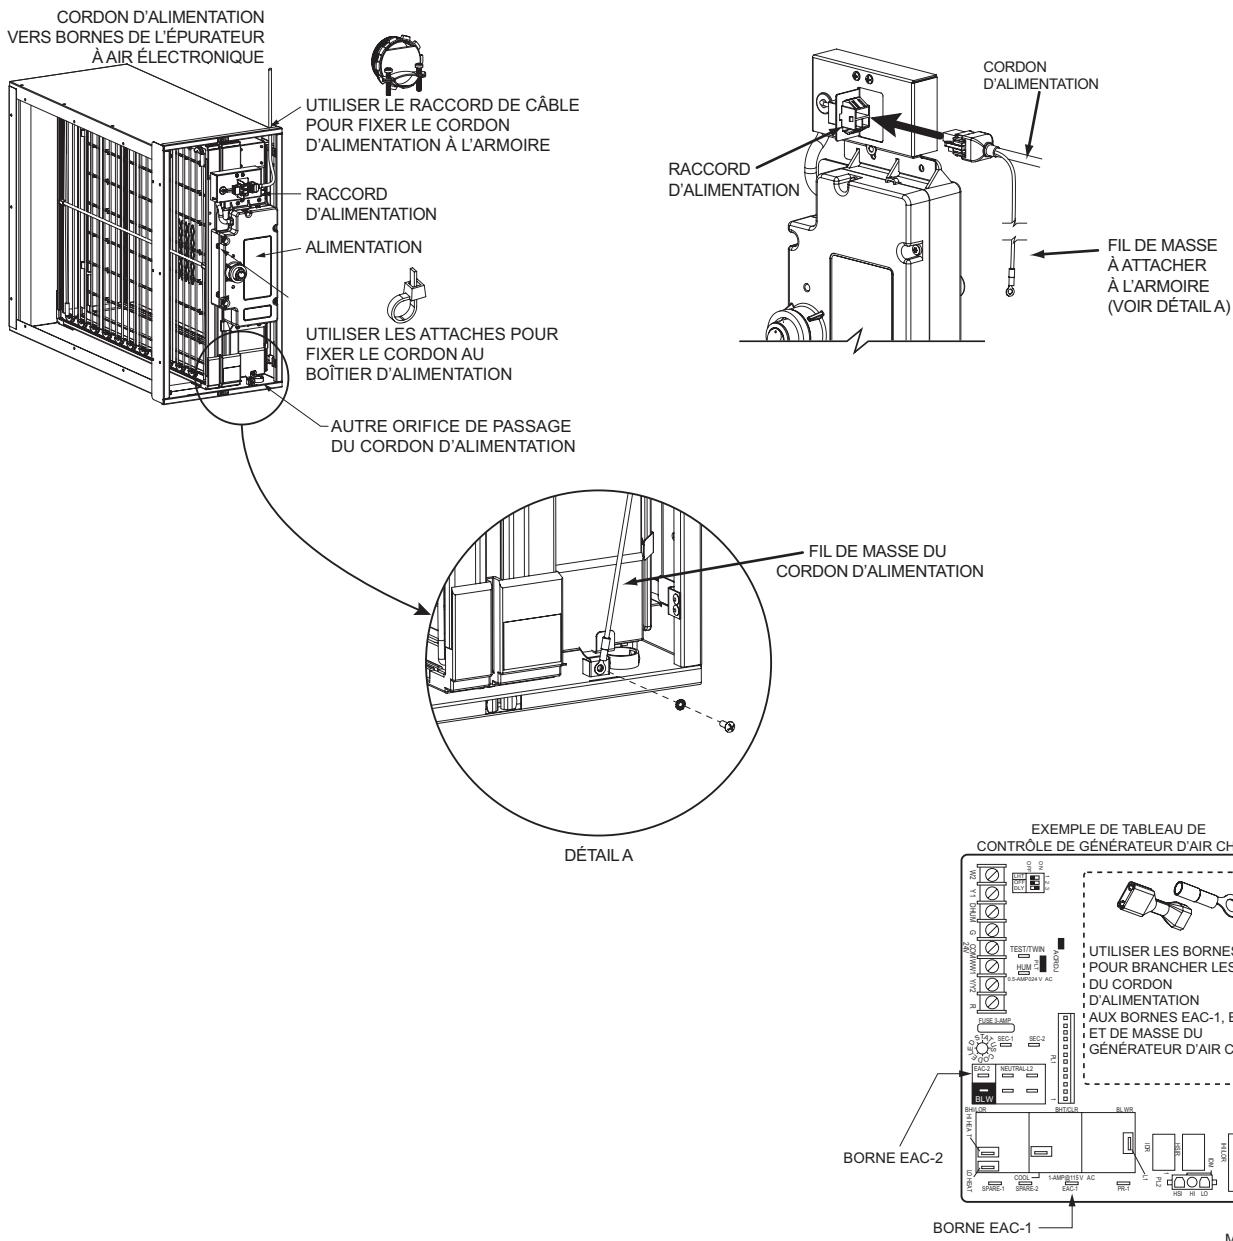

Fig. 15. Connexions électriques.
- Brancher le cordon d'alimentation au raccord d'alimentation (voir Fig. 15).
- Attacher le fil de masse du cordon d'alimentation à la borne de masse de l'armoire en utilisant la vis fournie dans la borne de masse (voir la Fig. 15).
**Modèles FH8000F :** Débrancher le cordon d'alimentation du module d'amélioration (voir Fig. 15 page 17).
**Modèles FH8000F :** Rebrancher le cordon d'alimentation (voir Fig. 15 page 17).